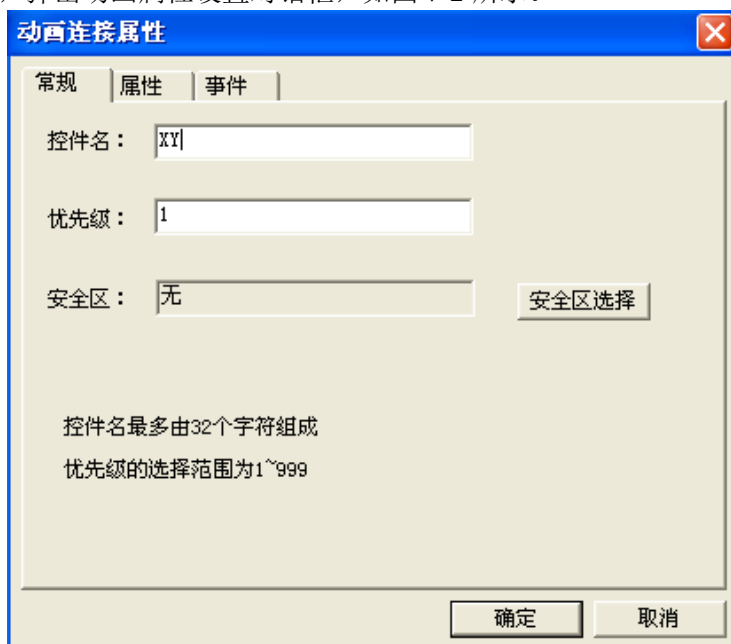

图 7-2 XY 控件属性设置对话框
4、并双击此控件，弹出动画属性设置对话框，如图 7-2 所示。